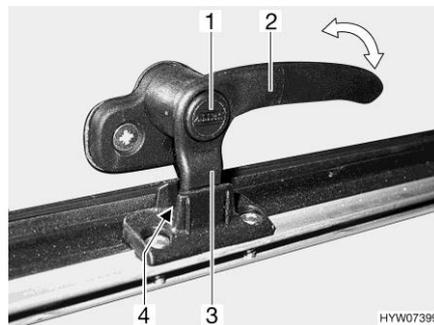
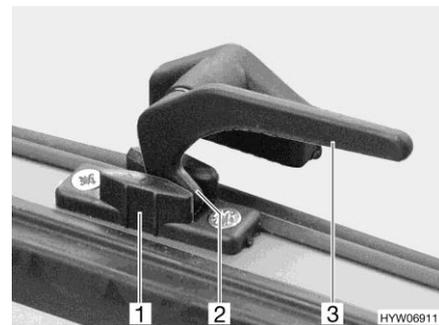

Bild 97 Verriegelungshebel mit Sicherungsknopf in Stellung "Dauerbelüftung"
Bild 98 Verriegelungshebel in Stellung "Dauerbelüftung"
- in Stellung "Dauerbelüftung" (Bild 97 und Bild 98)
- Wenn vorhanden, Sicherungsknopf (Bild 97,1) drücken und gedrückt halten.
- Den Verriegelungshebel (Bild 97,2 oder Bild 98,3) eine viertel Umdrehung zur Fenstermitte hin drehen.
- Den Verriegelungshebel wieder zurückdrehen. Die Verriegelungsnase (Bild 97,3 oder Bild 98,2) am Verriegelungshebel dabei in die Aussparung der Fensterverriegelung (Bild 97,4 oder Bild 98,1) einfahren.
- Wenn vorhanden, Sicherungsknopf (Bild 97,1) loslassen.